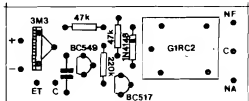

Fig.3
- FIG. 3 - "CHAPEADO" DA MONTAGEM - Agora pelo lado não cobreado, e ainda em escala 1:1 (como na figura anterior...), a placa mostra todas as peças já colocadas (menos os sensores, foto-transistores, que ficam fora do Impresso...). O método visual adotado na descrição das montagens, aqui em APE, é sempre muito claro e objetivo, e mesmo iniciantes não encontrarão dificuldades em interpretar as estilizações dos componentes e suas respectivas identificações... Atenção ao posicionamento dos transistores (e também aos seus